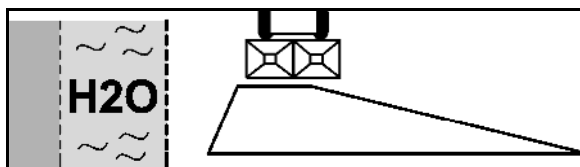

Fig. 48
2. Grøftespredning i samsvar med gjødslingsforskriftene (Fig. 48):